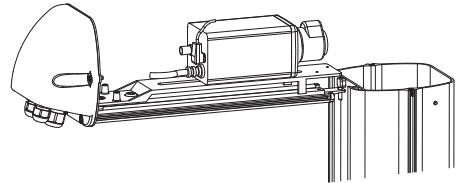

Fig. 02
Pour ouvrir le caisson il faut dévisser les deux vis latérales situées à mi-hauteur du fond arrière (01), extraire le corps (02), l'accrocher au soutien prévu pour cet emploi (Fig. 02, page 4) et laisser en position de travail le chariot interne et externe. Seulement avant de fermer la caisson insérer l'enveloppe de silicagel en enlevant le sachet protecteur en nylon.